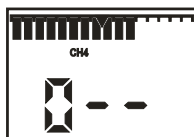

Рисунок 9.3
1) на воздухе, не содержащем горючих газов, перевести газоанализатор в режим "ПОДСТРОЙКА НУЛЯ". Для этого необходимо при нажатой кнопке "ОТКЛ" включить газоанализатор. После появления на индикаторе надписи "0 - -" отпустить кнопки (рисунок 9.3);
2) - при нажатой кнопке "ОТКЛ" включить газоанализатор. После появления на индикаторе надписи " 0 - - " отпустить кнопки (рисунок 9.3);